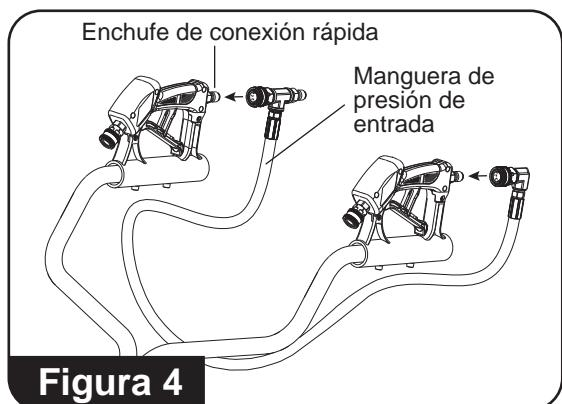

Figura 4
4. Conecte la manguera de presión de entrada a las manijas. **(Consulte la figura 4)**